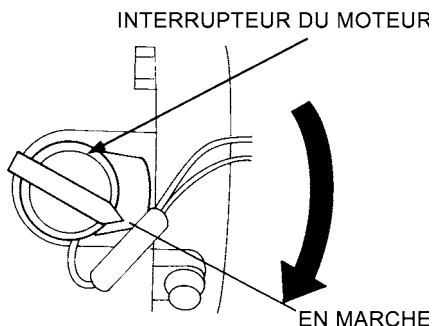

Figure 16. Interrupteur EN MARCHÉ / ARRÊT
- Placez l'**interrupteur EN MARCHÉ / ARRÊT** du moteur (Figure 16) en position «**EN MARCHÉ**».